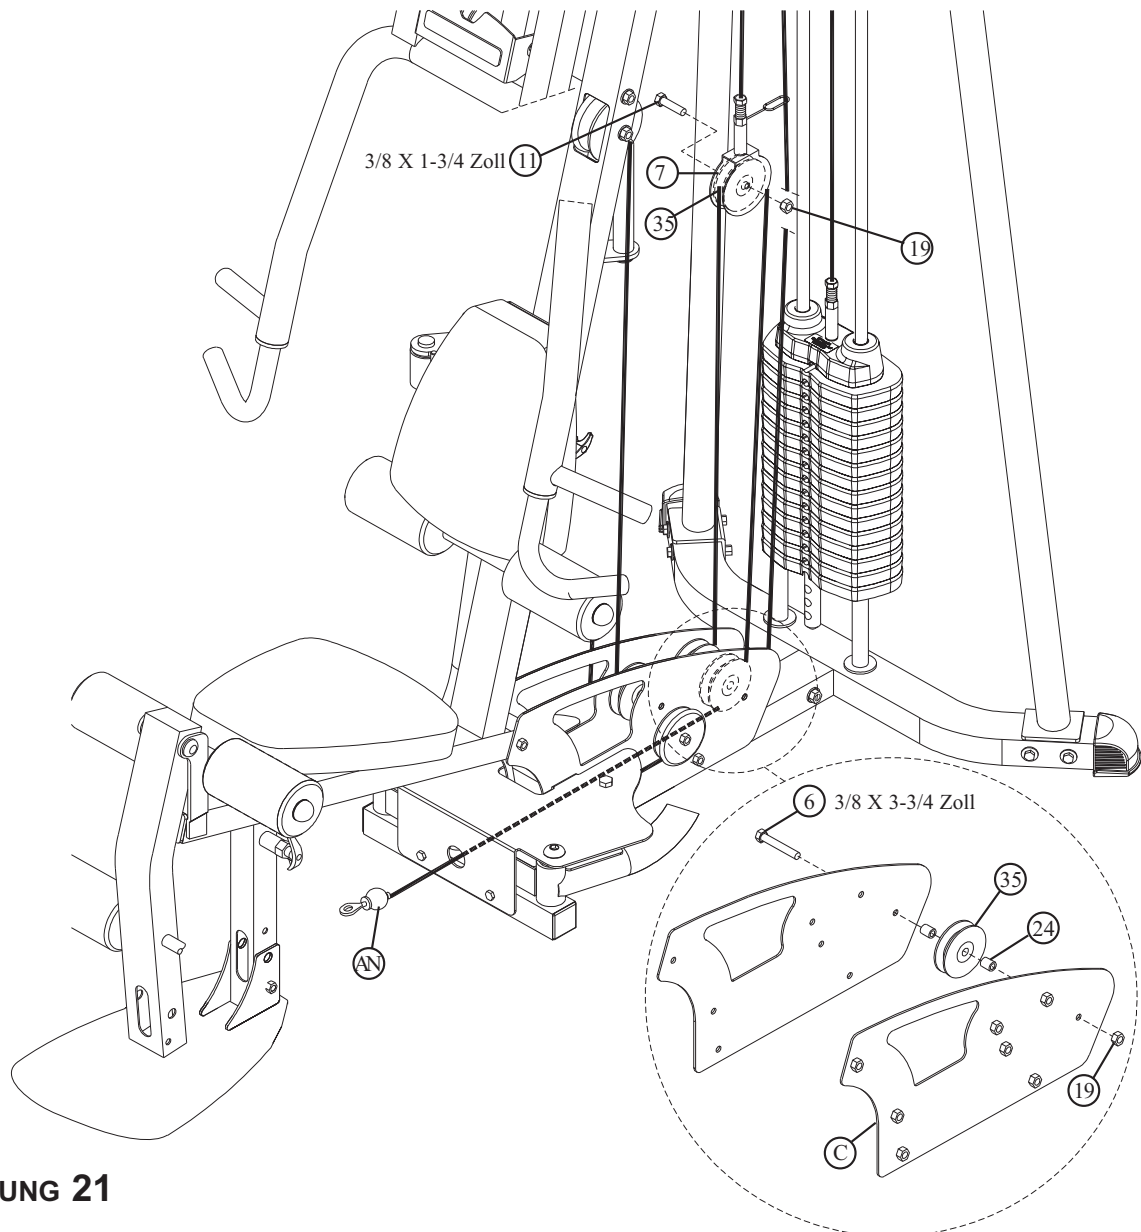

**ABBILDUNG 20**
- Das Ende des UNTEREN SEILZUGS (AN) mit der großen Kugel um eine KEILSCHEIBE (37) führen und die SEILSCHEIBE wie in ABBILDUNG 20 gezeigt mit zwei 3/8 X 3-3/4 Zoll SCHRAUBEN (6), zwei 1/2 Zoll ABSTANDSSTÜCKEN MIT BUND (28), zwei 3/8 Zoll UNTERLEGSCHLEIBEN (18) und zwei SILBERNEN 3/8 Zoll SICHERUNGSMÜTTERN (19) am RAHMEN (A) anbringen.
- Das Ende des UNTEREN SEILZUGS (AN) mit der kleinen Kugel durch die GRUNDPLATTEN (C) führen und zwei 89 mm (3-1/2 Zoll) SEILSCHEIBEN (35) mit zwei 3/8 X 3-3/4 Zoll SCHRAUBEN (6), vier 1 Zoll ABSTANDSSTÜCKEN (24) und zwei SILBERNEN 3/8 Zoll SICHERUNGSMÜTTERN (19) an den GRUNDPLATTEN (C) montieren. Siehe ABBILDUNG 20.